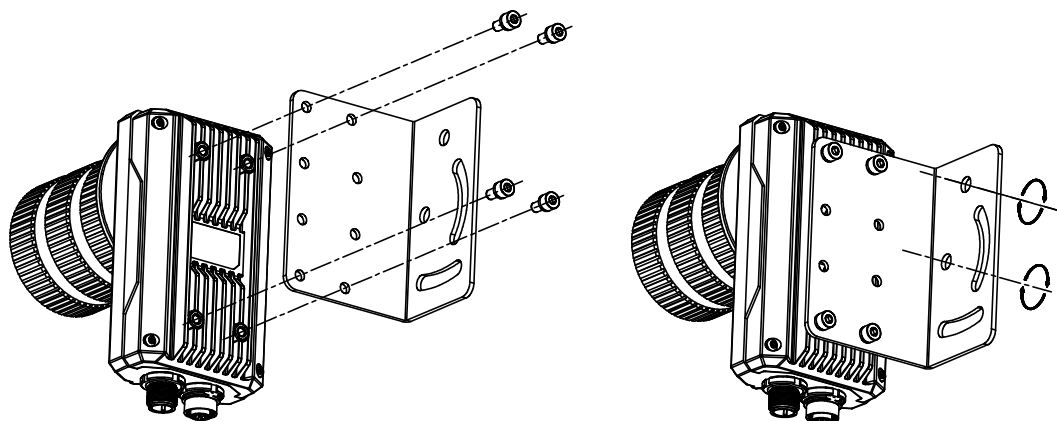
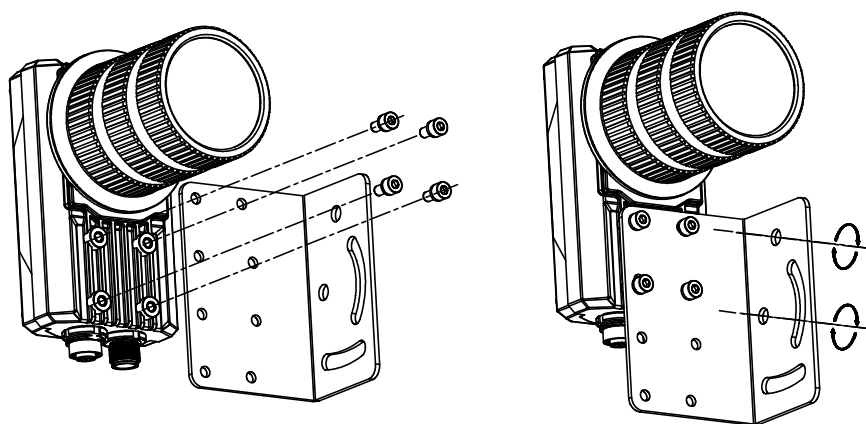

图2-1 背面安装
图2-2 正面安装
1. 将设备使用 M4 螺丝安装到固定支架上，再通过固定支架安装到其他机构件上，共有两种安装方式，如图 2-1 和图 2-2 所示。可根据实际需求选择安装方式。